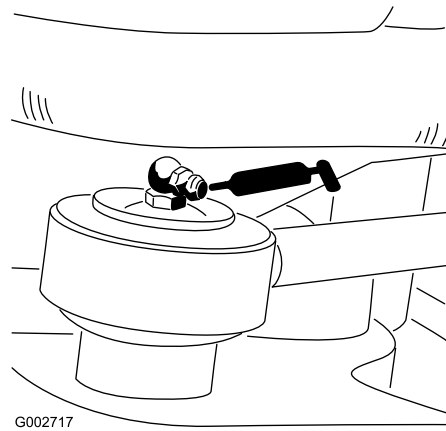

Figura 26
- estremità dell'asta del cilindro di sterzo (1) – solo modello 08705 (Figura 26)